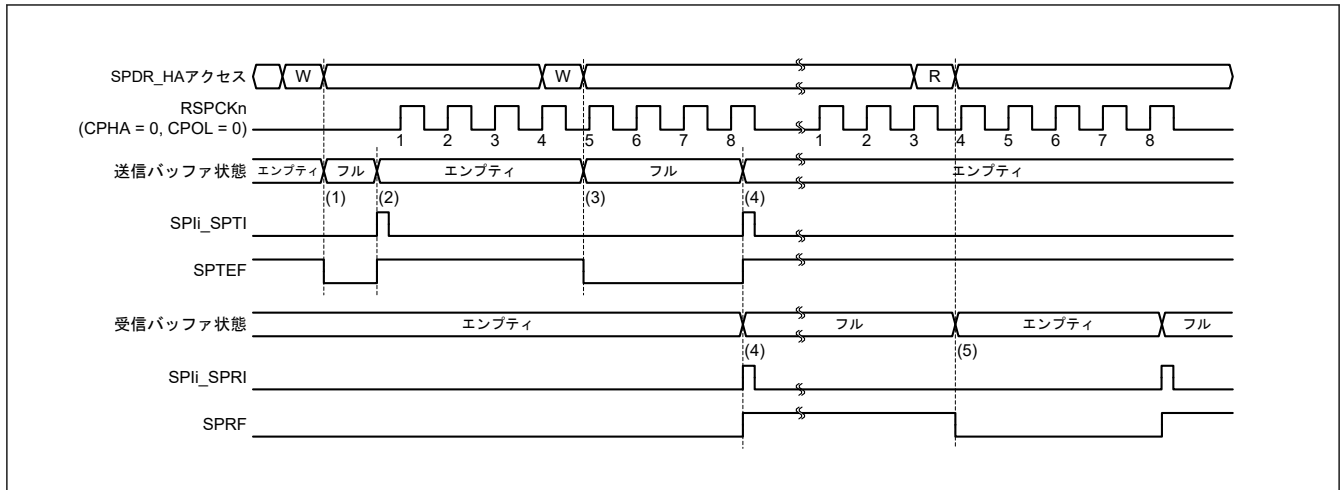
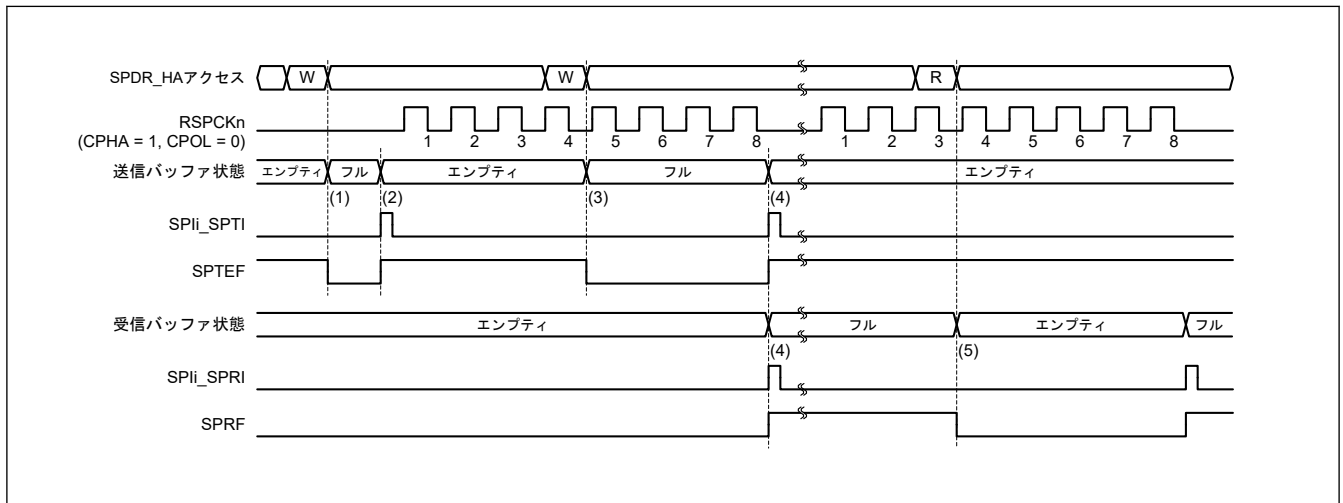

図 30.26 SPIi_SPTI および SPIi_SPRI 割り込みの動作例 (CPHA = 0 かつ CPOL = 0、マスタモード)
図 30.27 SPIi_SPTI および SPIi_SPRI 割り込みの動作例 (CPHA = 1 かつ CPOL = 0、マスタモード)
図 30.26 および図 30.27 に、送信バッファエンプティ割り込み (SPIi_SPTI) と受信バッファフル割り込み (SPIi_SPRI) の動作例を示します。これらの図に示された SPDR_HA レジスタアクセスは、レジスタへのアクセス条件を示しています。W は書き込みサイクル、R は読み出しサイクルを示しています。図 30.26 では、SPCR.TXMD ビットが 0、SPCMD0.CPHA ビットが 0、かつ SPCMD0.CPOL ビットが 0 の設定で、SPI が 8 ビットのシリアル転送を実行しています。図 30.27 では、SPCR.TXMD ビットが 0、SPCMD0.CPHA ビットが 1、かつ SPCMD0.CPOL ビットが 0 の設定で、SPI が 8 ビットのシリアル転送を実行しています。RSPCKn 波形の下に記載した数字は RSPCK サイクル数 (= 転送ビット数) を示しています。
以下に、図 30.26 および 図 30.27 の (1)~(5) に示したタイミングでの SPI の動作を説明します。